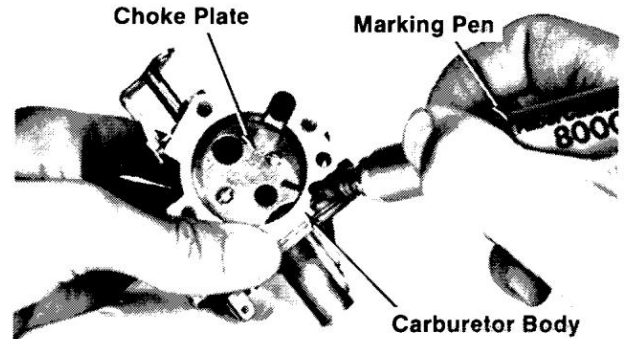

Figure 6-25. Marquage de la plaque de starter et du corps du carburateur.
1. Étant donné que les bords de la plaque de starter sont biseautés, marquez la plaque de starter et le corps du carburateur avec un marqueur pour garantir un remontage correct (voir Figure 6-25). Notez également la position de la plaque de starter dans l'alésage et la position du levier de starter.